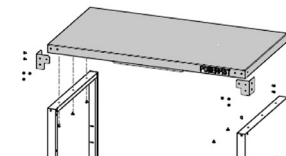

Figure 3.
4. Fixez le panneau supérieur (n° 9) sur les panneaux latéraux avec les vis M4 x 10 (n° 8). Installez les connecteurs de coin 1 et 2 (n° 10, 11) dans les coins avec les vis M4 x 10 (n° 8). Les trois trous de boulon sur chacun sont dirigés vers l'avant (fig. 3).